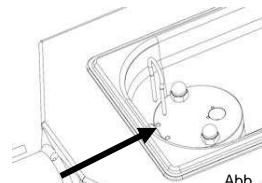

Abb. 16
- Führen Sie das Schlagsystem durch das Gehäuse und mit leichten Drehbewegungen in den Ventilkopf ein und stecken Sie die Gabel in den Ventilkopf. Drehen und schieben Sie das Schlagrohr dabei so lange hin und her, bis sich die Gabel bis zum Anschlag einstecken lässt (Abb. 16).